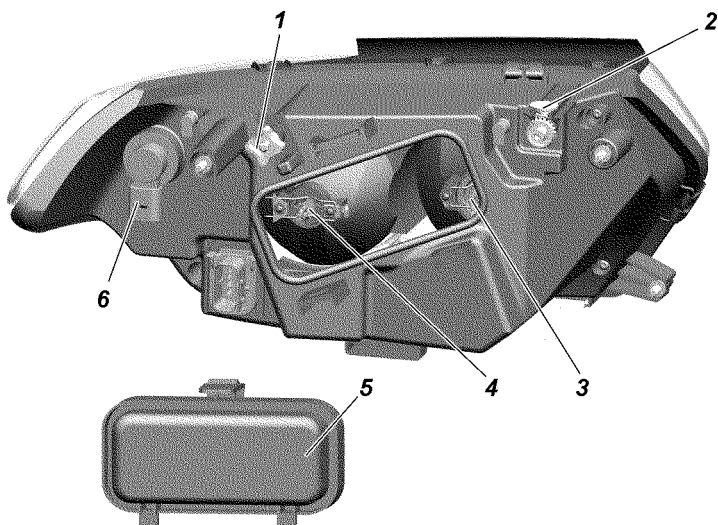

Рис. 9.33. Фара:
3. Включите ближний свет фар и, поочередно закрывая каждую фару, вращением регулировочного винта 1 (рис. 9.33) и регулировочной шестерни 2 добейтесь, чтобы светотеневая граница слева от точек E и E' совпала с линией 1, а справа - с линиями 2 и 2' для левой и правой фар соответственно.
Замена ламп фар. Для замены лампы указателей поворота снимите колодку с патрона 6 (рис. 9.33), поверните патрон по часовой стрелке (для правой фары) или против часовой стрелки (для левой фары) и выньте патрон в сборе с лампой.